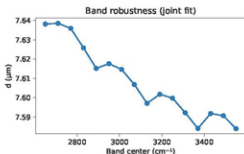

图 19 不同子频段中心下的厚度估计结果
4. 频段稳健性检验 在有效波段内采用滑动窗口对不同子频段进行厚度拟合, 图 19结果显示厚度估计始终稳定在 7.59 7.64 μm 之间, 相对波动不足 1%。不同子带结果围绕全带拟合值上下波动, 未出现系统性偏移。这表明模型对频段选择不敏感, 具有良好的稳健性。